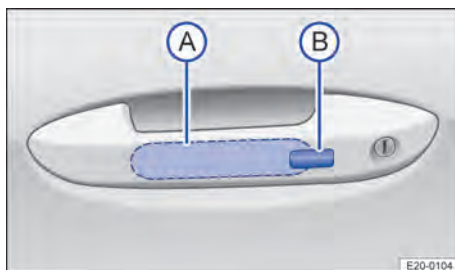

Fig. 45 Na maçaneta da porta dianteira: superfícies do sensor.
1. Tocar na superfície do sensor → Fig. 45 Ⓐ no lado interno da maçaneta da porta.
2. Tocar na superfície do sensor → Fig. 45 (B) no lado externo da maçaneta da porta.
1. Travar o veículo com o botão (B) da chave do veículo.
2. Dentro de cinco segundos, tocar uma vez no sensor no lado externo da maçaneta da porta → Fig. 45 (B). Assim, não agarrar na maçaneta da porta.